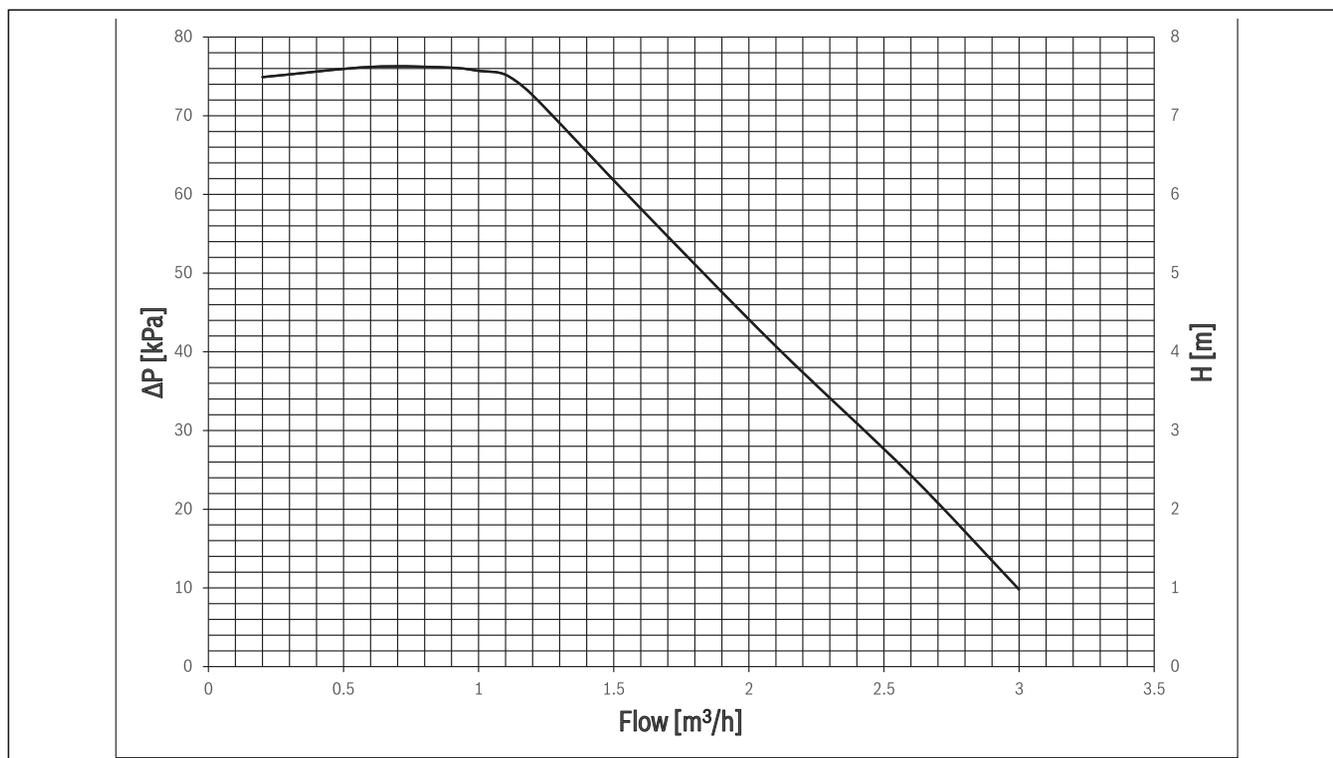

Fig. 38 Hauteur de refoulement résiduelle de la pompe primaire
5) Selon la pompe à chaleur raccordée, voir notice d'installation de la pompe à chaleur, fig. 38
La hauteur de refoulement résiduelle de la pompe primaire est représentée dans la fig. 38. Cela s'applique au mode chauffage avec le même débit dans le circuit de chauffage.